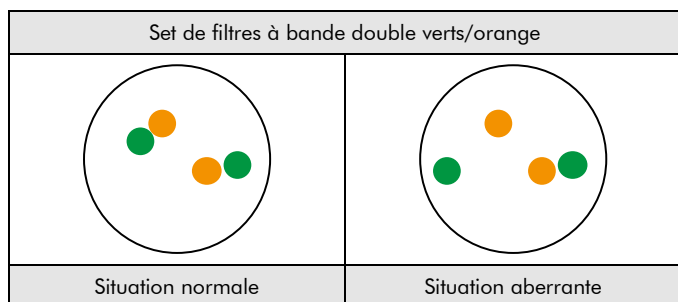

Fig. 2: Résultats attendus dans les noyaux en interphase normaux et présentant une aberration
**Situation normale :** Dans les interphases de cellules normales ou de cellules sans une translocation impliquant la région du gène IRF4,DUSP22, deux signaux verts et deux signaux orange apparaissent (voir figure 2).
**Situation aberrante :** Une région du gène IRF4,DUSP22 affectée par une translocation est indiquée par un signal vert séparé et un signal orange séparé (voir figure 2).